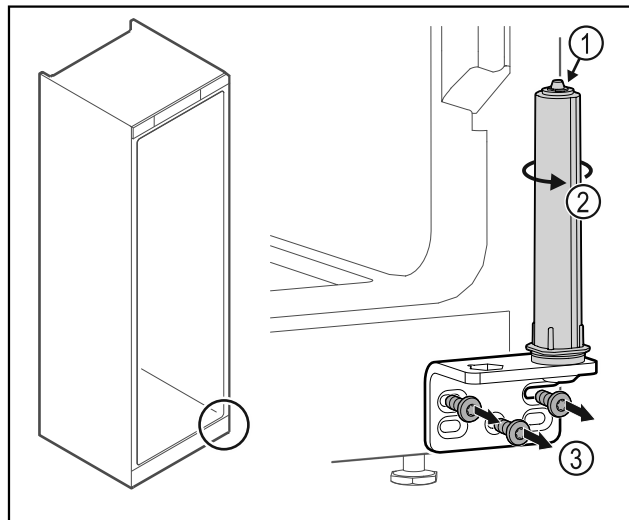

Fig. 30
- Türschließsystem nicht zerlegen Fig. 30 (1).
- Schließsystem Fig. 30 (2) drehen, bis es klickt.
- Scharnierwinkel Fig. 30 (3) abschrauben.